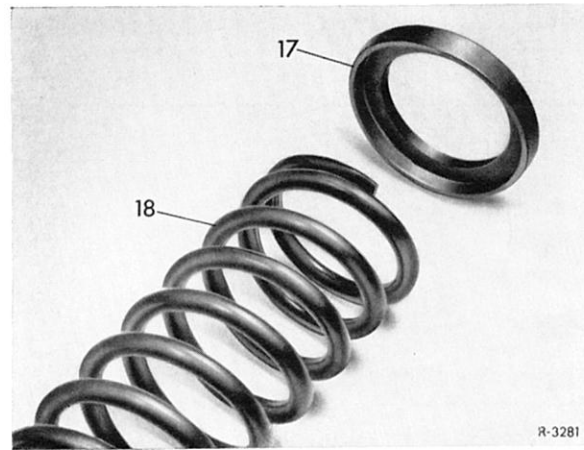

Bild 32–6/6
5 Gespannte Hinterfeder (Bild 32–6/3) mit aufgesetztem Gummilager (17) einsetzen (Bild 32–6/6).